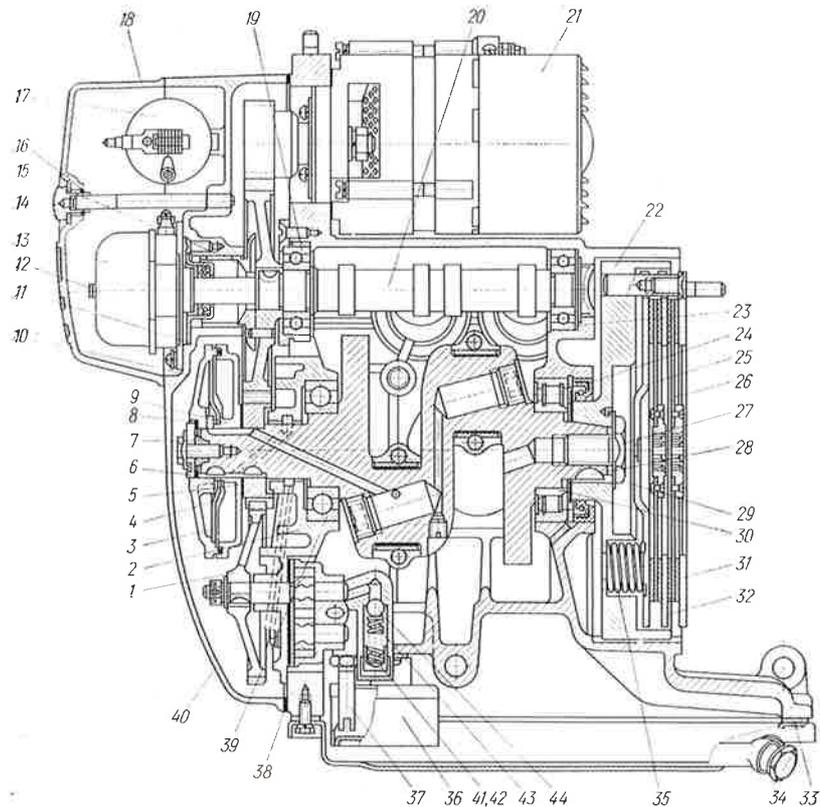
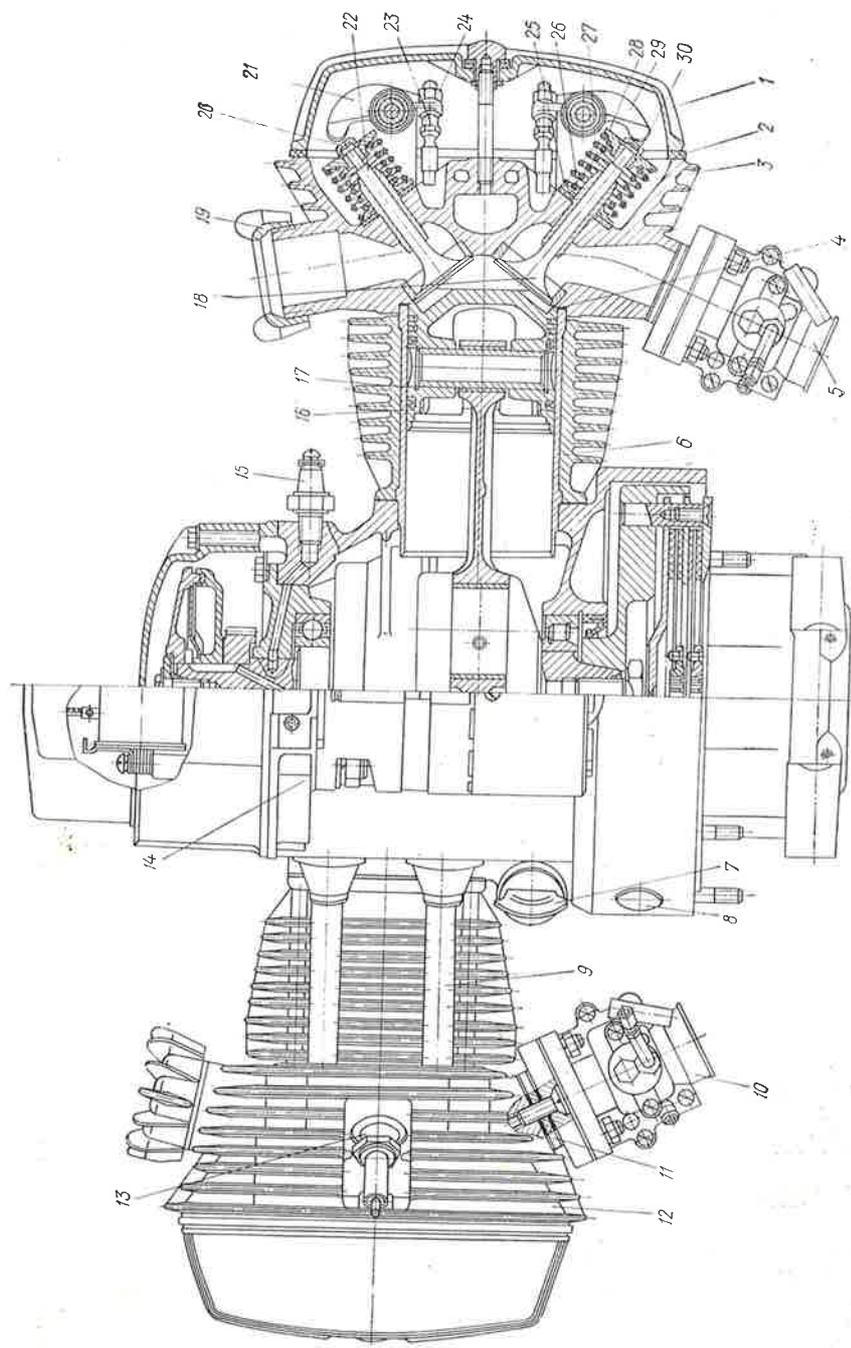

Рис. 6. Двигатель (продольный разрез):
Рис. 7. Двигатель (горизонтальный разрез):
Коленчатый вал установлен в картере двигателя на двух подшипниках 30 (рис. 6) и 39. На переднем конце коленчатого вала крепятся ведущая шестерня 4 распределительного механизма и центрифуга, а на конической части заднего конца — маховик 22.
Поршень 16 (рис. 7) соединен с шатуном плавающим пальцем, осевое смещение которого ограничивается двумя пружинными стопорными кольцами 17, вставленными в кольцевые выточки бобышек поршня.
Для соединения внутренней полости картера с атмосферой при движении поршней вниз и изоляции ее от атмосферы при движении поршней вверх установлен сапун 15 (рис. 6), который расположен в центральной отверстии крышки 40 коробки шестерен распределения.
**Цилиндры.** Двигатель имеет одинаковые, взаимозаменяемые, биметаллические цилиндры 6 (рис. 7). Цилиндр представляет собой алюминиевую рубашку с чугунной гильзой. Нижняя часть цилиндра снабжена фланцем с отверстиями, проходящими через все ребра, для анкерных шпилек крепления цилиндра и головок цилиндров к картеру. Верхняя часть цилиндра имеет кольцевой бурт, который входит в проточку головки.
Механизм газораспределения регулирует открытие и закрытие выпускных и впускных клапанов в необходимые моменты, соответствующие определенному углу поворота коленчатого вала. Механизм газораспределения состоит из распределительного вала 3 (рис. 8), толкателей 4 (рис. 5), штанг 1, коромысел 21 (рис. 7) и 29, регулировочных болтов 23, контргаек 24, выпускного 22 и впускного 18 клапанов с наконечниками 20, пружин 26, 27, опорных тарелок 25, 28 и сухарей 30. В передней части распределительного вала установлена ведомая шестерня 2 (рис. 8), с которой входит в зацепление ведущая шестерня 4 распределительного механизма и шестерня 1 привода генератора. Распределительный вал установлен в картере двигателя на двух шариковых подшипниках 19 (рис. 6) и 23. Правильная установка газораспределения обеспечивается совмещением меток на распределительных шестернях 2 (рис. 8) и 4 при сборке.
При неправильно установленном зазоре необходимо ослабить контргайку 24 (рис. 7) и, вращая регулировочный болт 23 в ту или другую сторону, установить необходимый зазор. После этого затянуть контргайку. Зазор регулируют, когда двигатель в холодном состоянии; зазор должен быть равен 0,07 мм. Если зазора нет или очень мал, то клапан не будет плотно прилегать к своему седлу в момент закрытия; если зазор велик, будет запаздывать начало открытия клапана и ухудшится наполнение цилиндра рабочей смесью. При регулировании зазора в другом цилиндре необходимо повернуть коленчатый вал на один оборот ( $360^\circ$ ), после чего произвести проверку и регулирование клапанов, как указано выше.